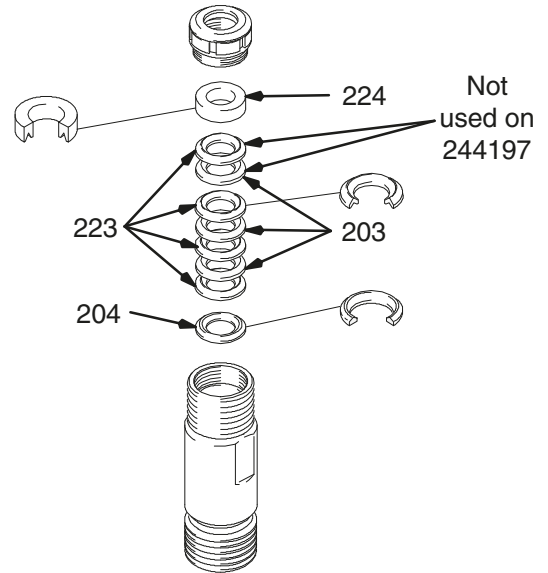

Fig. 12
Fig. 12. Mergulhe todos os vedantes de couro em óleo SAE 30W durante 1 hora, no mínimo, antes de efetuar a montagem. Insira o buçim macho (204) no cilindro. Alternadamente, coloque o polietileno de peso molecular ultraelevado (UHMWPE) (203) e os vedantes de couro (223) (atente na orientação). Insira o buçim fêmea (224) no topo do cilindro. Coloque os vedantes.